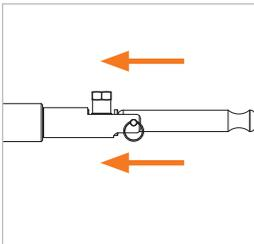

Abbildung 8
- ▶ Bewegen Sie den Adapter leicht in Richtung des Prüflings (Abbildung 8). Die Spannzangen öffnen sich. Dadurch wird die Verbindung zum Prüfling gelöst und der Adapter kann gerade nach hinten abgenommen werden.